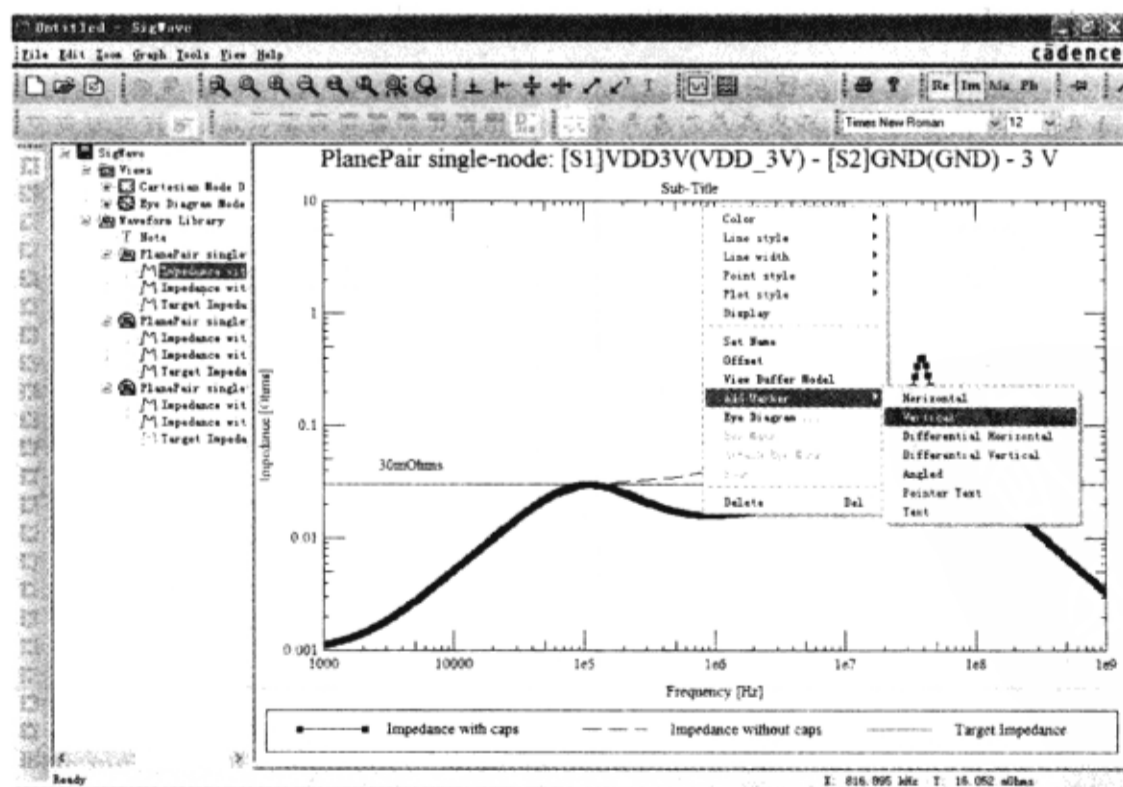

图 8-8-57 添加垂直游标
(2) 在 SigWave 窗口中所显示的 Impedance with Caps 曲线上单击鼠标右键，在弹出的菜单中选择“Add Marker” → “Vertical”，如图 8-8-57 所示。